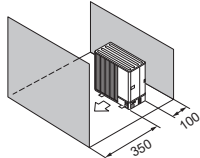

Fig. 2-10
- (5) Obstructions ou surfaces non dégagées à l'avant et à l'arrière uniquement (Fig. 2-10)